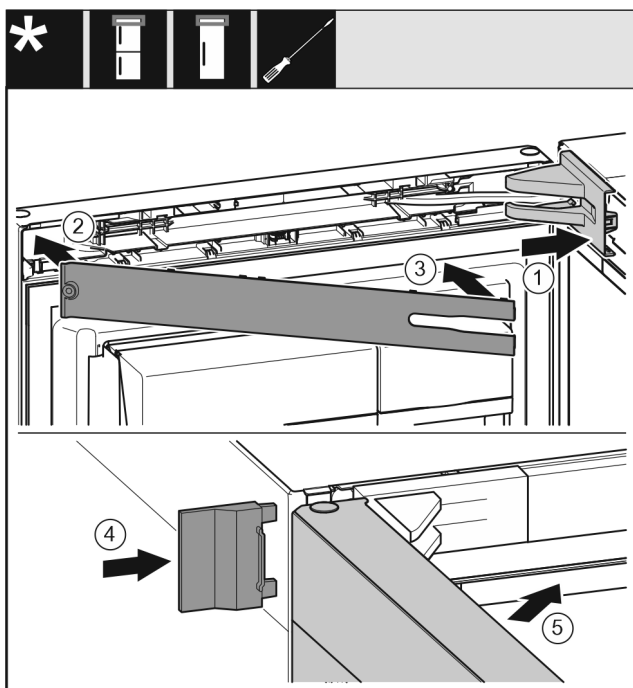

Fig. 51
- ▶ Applicare la copertura del blocco di supporto e innestarla, se necessario premere con cautela. Fig. 51 (1)
- ▶ Applicare il pannello. Fig. 51 (2)
- ▶ Ruotare verso l'interno il pannello e innestarlo. Fig. 51 (3)
- ▶ Spingere la copertura esterna. Fig. 51 (4)
- ▶ Chiudere la porta superiore. Fig. 51 (5)